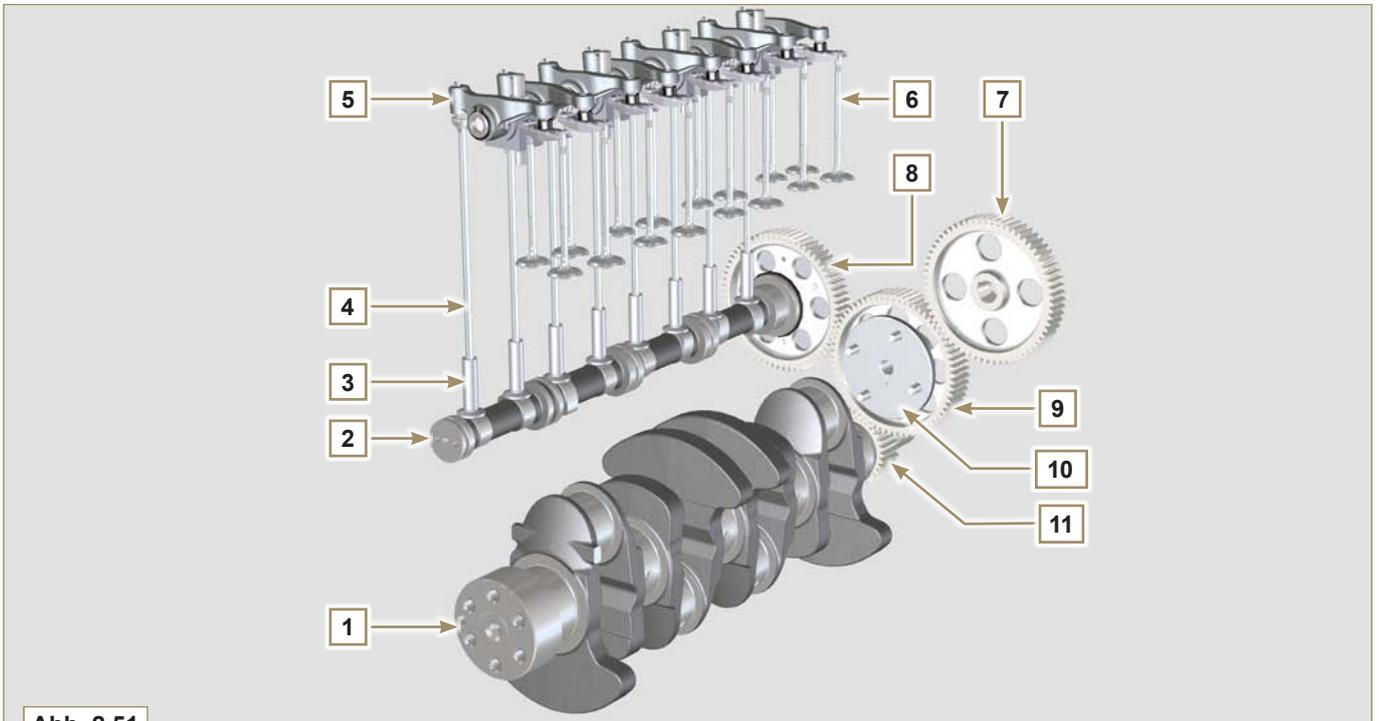

Abb. 2.51
- Diese Werte können überprüft werden, indem die Kurbelwelle (**Pos. 1 in Abb. 2.51**) durch Bewegung der Steuerstangen des Kipphebels (**Pos. 4 in Abb. 2.51**) gedreht wird.